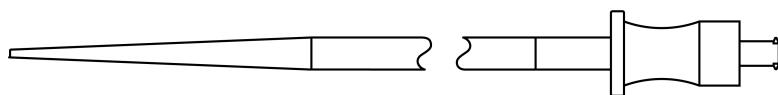

Figura 3: Dilatador
O sistema de colocação pulmonar Edwards SAPIEN 3 (Figura 2) facilita a colocação da bioprótese. Consiste numa bainha em linha, cateter-balão para a ativação da válvula cardíaca transcateter Edwards SAPIEN 3, uma haste exterior e uma cápsula da válvula para cobrir a válvula cardíaca transcateter durante a inserção e monitorização até à localização pretendida para a colocação. O sistema de colocação inclui uma ponta cónica para facilitar a passagem pelas estruturas cardíacas direitas. A cápsula da válvula e a ponta cónica têm um revestimento hidrofílico. É fornecido um marcador da haste de balão visual para ajudar a recapturar o balão. Está incluído um estilete no lumen do fio-guia do sistema de colocação. O dilatador com revestimento hidrofílico 28 Fr (incluído com o sistema de colocação) é utilizado para pré-dilatar o vaso antes da inserção do sistema de colocação, se necessário (Figura 3).
- **Dilatador (Figura 3)**